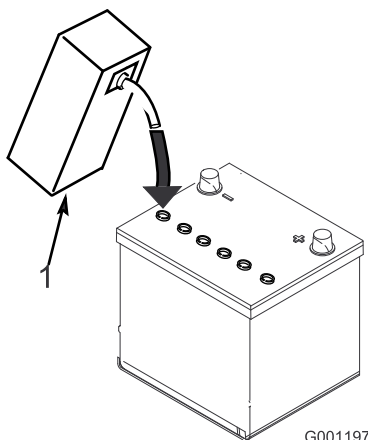

图5
3. 小心为每个电池注入电解液直到电池极板被大约6mm的液体覆盖图5。
4. 等待约20至30分钟以便电解液渗透到极板内。必要时加注电解液使电解液保持在加注井底部约6mm范围内图5。